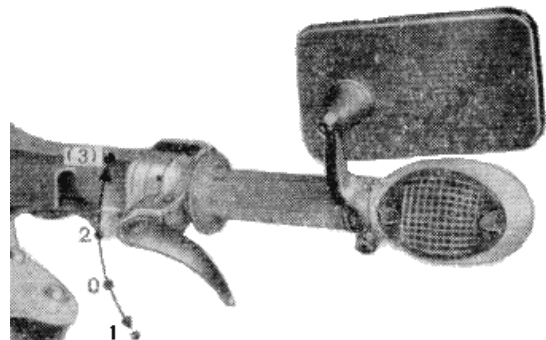

Bild 2. Handschaltung
**Bei den Handgeschalteten Fahrzeugen** wird der gewünschte Gang durch Drehen des Schaltdrehgriffes nach oben oder unten (s. **Bild 2**) eingeschaltet.